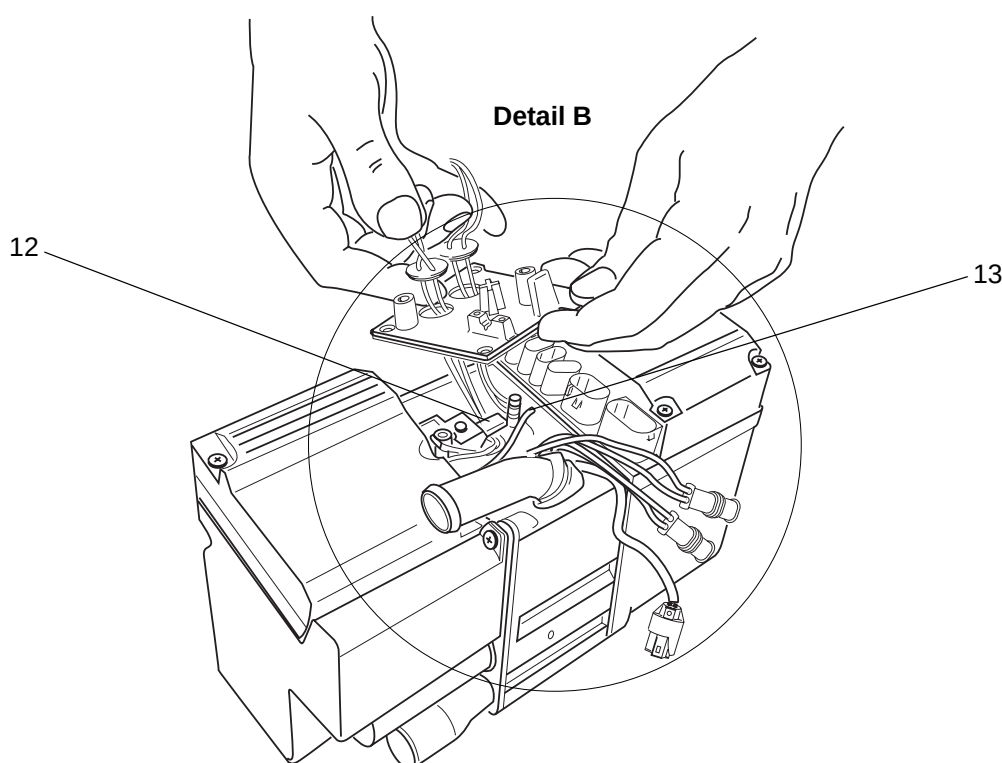

Abb. 808 Heizgerät, Flammwächter und Glühstift, Aus- und Einbau (Seite 2 von 2)
1. Gummidichtungen (11, Abb.808) vom Flammwächter (4) und vom Glühstift (8) aus dem Brennerdeckel (3) lösen.